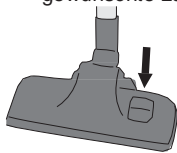

Abbildung 4 Weicher harter Untergrund
4. Stellen Sie jetzt die Saugdüse für das Saugen eines harten oder weichen Untergrunds ein, indem Sie mit dem Fuß auf den Schalter drücken, siehe Abbildung 4. Bei einem harten Untergrund drücken Sie den Schalter ein, sodass die Borsten aus der Saugdüse herausstehen. Bei einem weichen Untergrund ziehen den Schalter hoch.